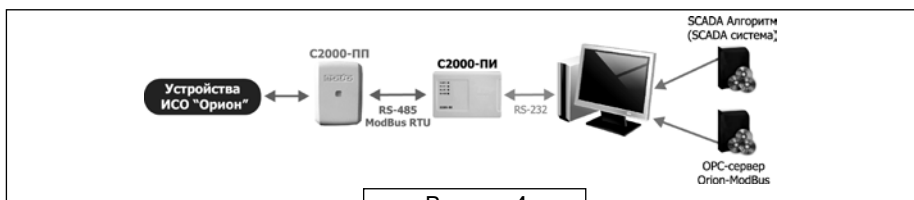

Рисунок 4.
1. Добавление в существующую интегрированную систему безопасности и управления зданием прибора Сигнал-20М с целью контроля охранных, пожарных и технологический шлейфов с передачей информации в единый центр управления и мониторинга (Рисунок 4)